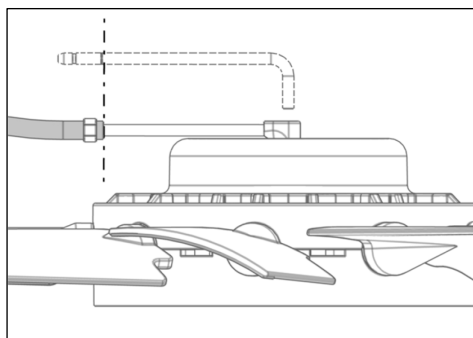

Fig. 18
- 9) Schuif de drukslang over de luchtinlaatslang tot aan de markering (25 mm / 0.984") (Fig. 18).